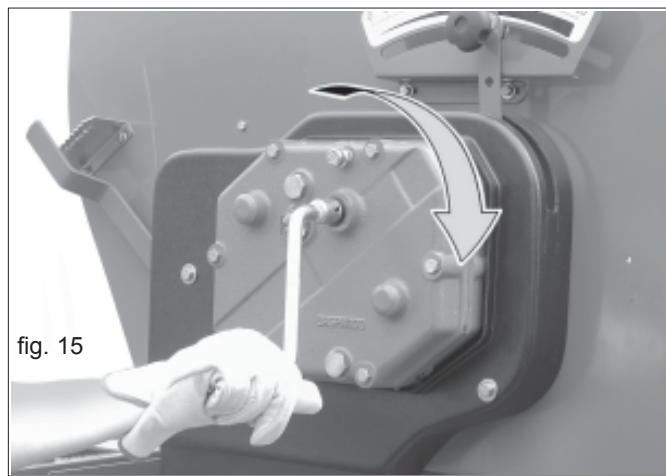

fig. 15
Le tabelle di distribuzione forniscono il numero di giri che il cambio della seminatrice deve fare per effettuare una prova di semina a macchina ferma. Detto numero di giri è relativo al modello della seminatrice. Il senso di rotazione della manovella è indicato in Fig. 15.
- 4) Inserire la manovella (Fig. 15) nell'alberino del cambio e girare in senso orario.